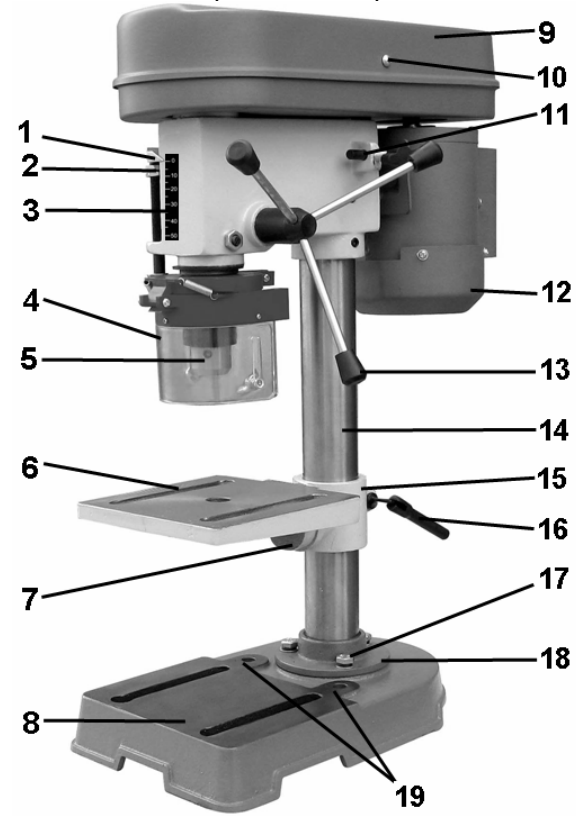
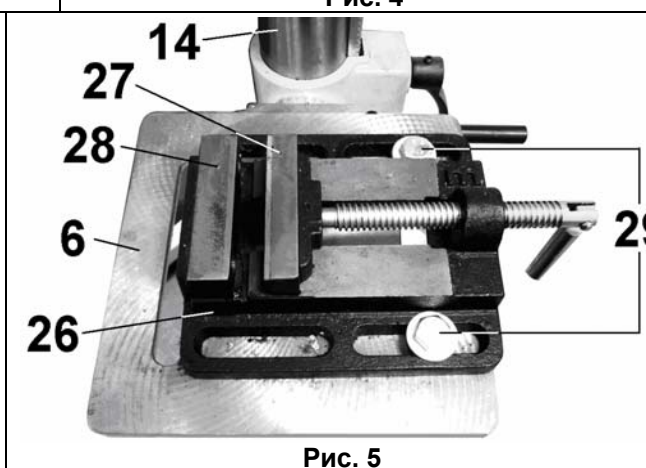

Рис. 2
Рис. 5
6.1. Станок сверлильный вертикальный состоит из следующих сборочных единиц и деталей, Рис.2,3:
Перед использованием станка, его необходимо закрепить на ровной поверхности верстака (рабочего стола) при помощи двух резьбовых соединений (не комплектуются) через отверстия (19) в основании (8), Рис.2. Обязательно используйте при креплении плоскую и пружинную шайбы на каждый болт (не комплектуются).
- Установите на ровную прочную поверхность верстака основание (8) станка, Рис.2.
- Установите на основание (8) колонну (14), Рис.2 и закрепите опору (18) колонны (14) тремя прилагаемыми болтами (17), Рис.2.
- Установите рабочий стол (6) на колонне (14), положение зажимной муфты (15) закрепите ручкой фиксации (16), Рис.2.
- Установите сверлильный патрон (5), Рис.2, на шпиндель станка, (предварительно необходимо удалить с его
- поверхности смазку, а также очистить от смазки внутреннюю посадочную поверхность сверлильного патрона (5), Рис.2). Закрепите сверлильный патрон (5), Рис.2, на шпинделе легким ударом через деревянный брусок, кулачки сверлильного патрона (5) при этом должны быть сведены.
- Установите и закрепите защитный экран (4) на посадочное место.
- Установите на рабочий стол (6) тиски (26) и зафиксируйте их положение специальными болтами (29), Рис.5, (не комплектуются).